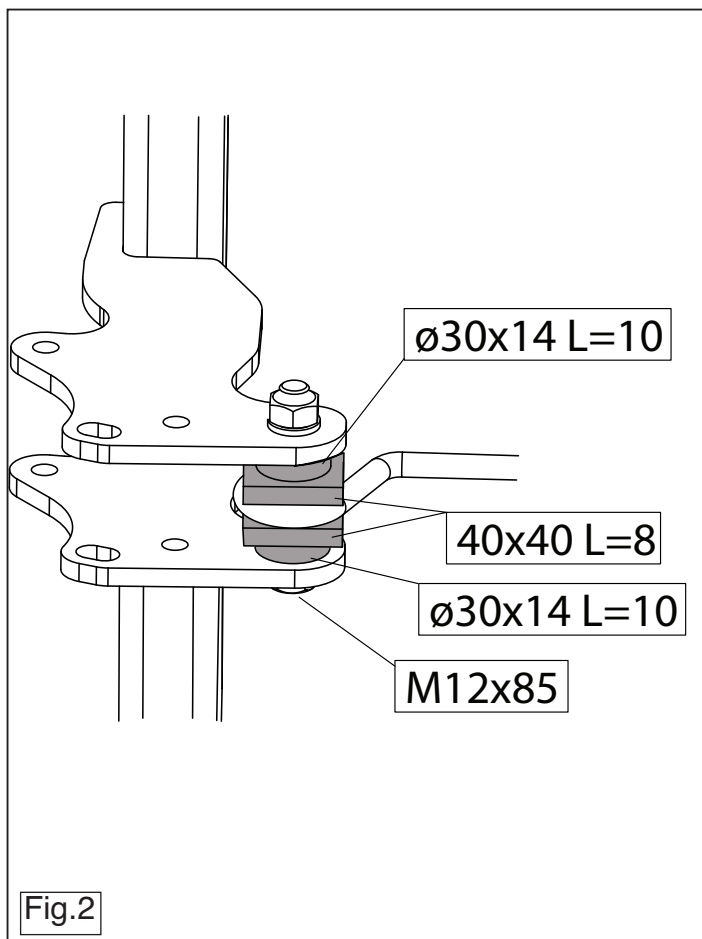

Fig.2
7. Monteer de dwars balk in het midden aan de sleeпоog (fig.2)
7. Fit the cross beam centrally onto the towing eye (fig.2).
7. Den Querbalken in der Mitte an der Schleppöse befestigen (Abb. 2).
7. Placer la traverse au centre de l'anneau de remorquage (fig. 2).
7. Montera bärbalken centralt på dragkroken (fig.2).
7. Прикрепить поперечный брус в середине к буксировочному уху (рис. 2).